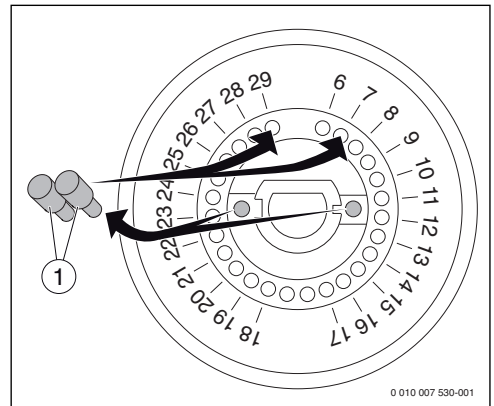

Fig. 5
- ▶ Retirer le bouton de réglage et le présenter comme en Fig. 5.
- ▶ Placer les deux butées [1] situées dans la partie centrale à l'intérieur du bouton, dans les orifices correspondant à la température maxima et minima désirée (voir distribution des températures → Fig. 5).